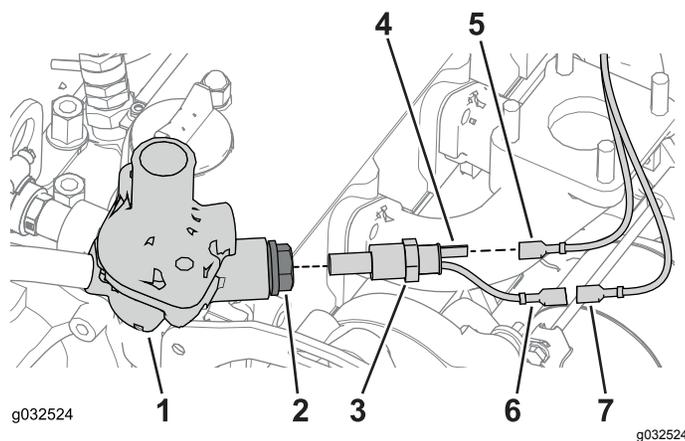

Figura 29
5. Individuate il filo giallo che avete scollegato al passaggio 2 in Disposizione del flessibile di mandata \(pagina 15\) e collegatelo al connettore del motore molto caldo del sensore della temperatura (Figura 29).
6. Individuate il filo arancione fissato al filo giallo, rimuovete la fascetta per cavi e collegate il filo al connettore del motore caldo del sensore della temperatura (Figura 29).
1. Individuate l'alloggiamento del termostato sul blocco del motore e rimuovete il tappo del foro del motore (Figura 29).